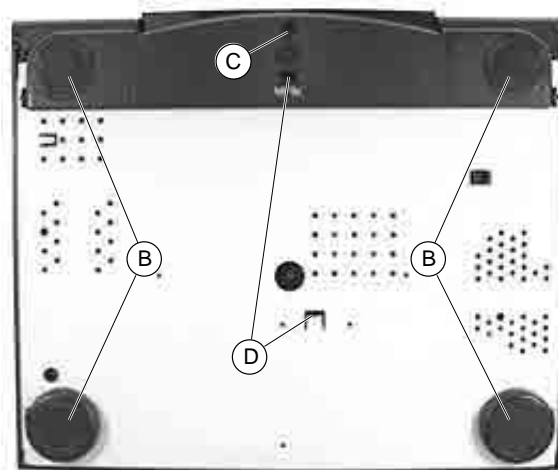

Fig. 2
- 4 Einlagen (B) (Fig. 2) abnehmen und die je darunter befindliche Schraube herausdrehen.
- Bei Geräten mit Fußblende zusätzlich die Schraube (C) (Fig. 2) entfernen.
- Rastnasen (D) lösen (Fig. 2) und Bodenblech abnehmen.
- Remove 4 inserts (B) (Fig. 2) and undo the screw lying below each insert.
- Additionally, undo screw (C) at video recorders fitted with a bottom masking panel (Fig. 2).
- Release the locking lugs (D) (Fig. 2) and remove the bottom panel.